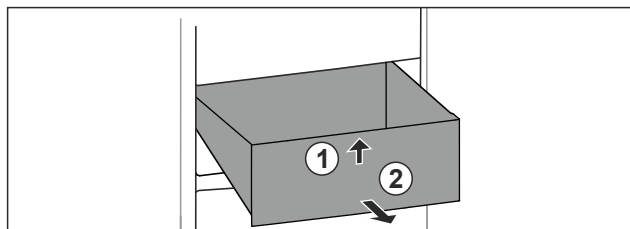

Fig. 101
- ▶ Levantar el cajón por delante. Fig. 101 (1)
- ▶ Extraer el cajón hacia delante. Fig. 101 (2)